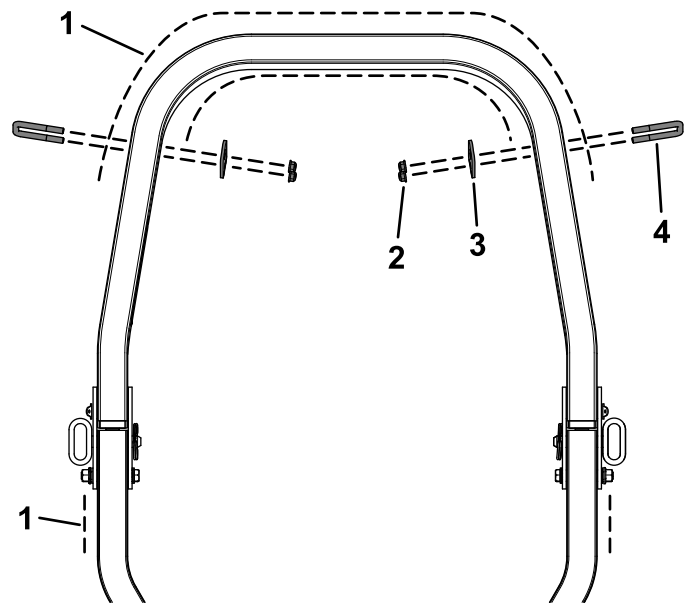

Figura 7
2. Fissate le 2 piastre di montaggio delle luci al roll bar con 2 cavallotti ($\frac{3}{8}$ " e 2 dadi di bloccaggio nella posizione desiderata (Figura 7).